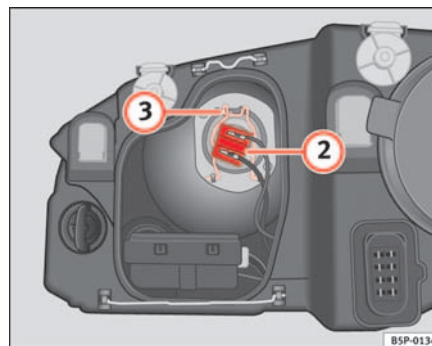

Fig. 183 Anabbaglianti
- Estrarre il connettore ⇒ pag. 261, fig. 183 ② della lampada.
- Sganciare la molla di ritegno ⇒ pag. 261, fig. 183 ③ premendo verso l'interno e a destra.